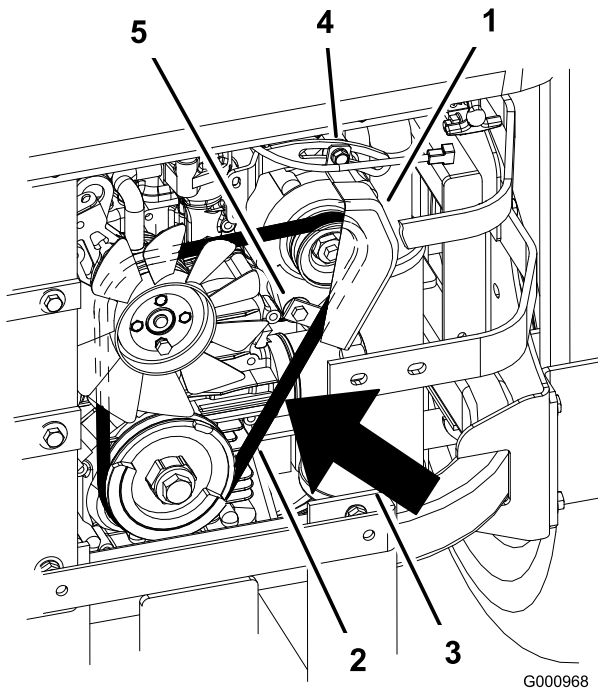

Figura 72
7. Afloje el perno inferior y retire el perno superior que sujeta el alternador y la cubierta (Figura 72).
9. Instale una correa nueva alrededor de las poleas y del alternador (Figura 72).
14. Apriete el perno inferior e instale el perno superior que sujeta el alternador y la cubierta (Figura 72).
2. Ajuste el alternador hacia fuera hasta que quede una desviación de 7 a 9 mm (1/4 a 11/32 pulg.) en la correa entre el motor y las poleas del alternador con un esfuerzo de 10 kgf (22,1 libras-fuerza)(Figura 72).
5. Si la desviación es correcta, apriete los pernos inferior y superior (Figura 72).